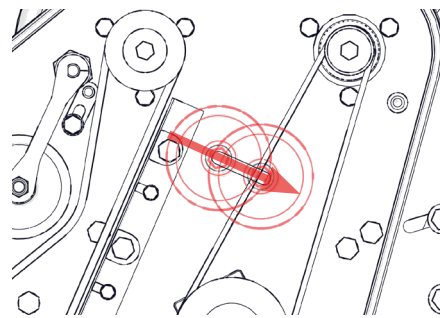

Fig. 14I – Ajuste a polia para adicionar pressão à correia.
- iii. Ajuste a polia de tensionamento para adicionar tensão à correia e aperte. A tensão é testada ao rodar a correia entre o polegar e o indicador. Alcance uma rotação entre 70–90° (Fig. 14I), ou 350 N com um medidor de tensão da correia. Reajuste a polia de tensionamento se necessário, aumentando ou reduzindo o contacto até alcançar estes valores.